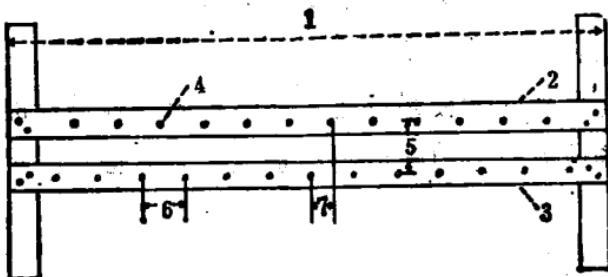

图 2 折簇制簇架
(1) 固定折簇架 先将簇架固定在给桑架上，以免制作时簇架移动，操作不便。折簇架规格如图 2。